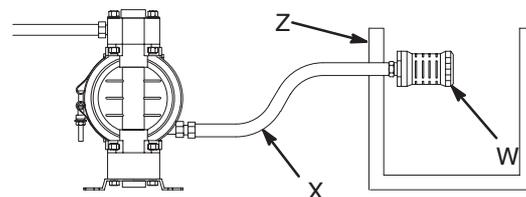

Fig. 2
Une vanne d'air principale de type purgeur (B) est nécessaire sur votre système pour libérer l'air emprisonné entre cette vanne et la pompe. Voir Fig. 2. Cet air emprisonné peut déclencher un fonctionnement intempestif de la pompe et provoquer ainsi des blessures graves, comme des projections dans les yeux ou sur la peau, des blessures dues à des pièces en mouvement ou une intoxication due aux produits dangereux.
1. Installer les accessoires de la conduite d'air suivant la Fig. 2. Fixer ces accessoires au mur ou sur un support. S'assurer que la conduite d'air alimentant ces derniers est conductrice.
- a. La pression produit peut être contrôlée de l'une des deux façons suivantes. Pour la contrôler du côté air, installer un régulateur d'air (G). Pour la contrôler du côté produit, installer un régulateur produit (J) à côté de la sortie produit de la pompe (voir Fig. 2).
- b. Placer la vanne d'air principale de type purgeur (B) tout près de la pompe et s'en servir pour décharger l'air prisonnier. Voir la **MISE EN GARDE** ci-dessus. Placer l'autre vanne d'air principale (E) en amont de tous les accessoires de la conduite d'air et l'utiliser pour isoler ces derniers pendant le nettoyage et les réparations.
- c. Le filtre sur la conduite d'air (F) élimine les poussières nuisibles et l'humidité de l'alimentation en air comprimé.
2. Installer un flexible d'air conducteur (C) entre les accessoires et l'entrée d'air (1/4 npt(f)) de la pompe. Utiliser un flexible d'air de 1/4" (6,3 mm) minimum de diamètre intérieur. Visser un raccord rapide (D) pour conduite d'air sur l'extrémité du flexible d'air (C) et visser l'autre partie sans serrer dans l'entrée d'air de la pompe. Ne pas encore brancher le raccord (D).
Il est nécessaire que le système soit équipé d'une vanne de décharge produit (H) pour décompresser le flexible s'il est bouché. Voir Fig. 2. La vanne de décharge diminue le risque de blessure grave, comme les projections dans les yeux ou sur la peau, ou d'intoxication par des produits dangereux lors de la décompression. Installer la vanne près de la sortie produit de la pompe.
1. Utiliser des flexibles produit conducteurs (K). La sortie produit de la pompe mesure 13 mm ou 19 mm. Visser le raccord produit de façon jointive sur la sortie de la pompe. **Ne pas trop serrer.**
2. Installer un régulateur produit (J) sur la sortie produit de la pompe pour réguler la pression produit, si on le désire (voir Fig. 2). Voir la rubrique **Conduite d'air**, point 1a., pour une autre méthode de régulation de la pression.
3. Installer une vanne de décharge produit (H) à proximité de la sortie produit. Lire la **MISE EN GARDE** ci-dessus.
Une membrane défectueuse provoquera l'échappement du produit pompé en même temps que l'air. Placer un réservoir approprié à l'extrémité de la conduite d'échappement d'air pour récupérer le produit. Voir Fig. 2.
Voir la rubrique **Ventilation de l'air d'échappement** à la Fig. 2. Évacuer l'air vers un emplacement éloigné comme suit:
1. Retirer le silencieux (W) de l'orifice d'échappement d'air de la pompe.
2. Installer un flexible d'échappement d'air conducteur (X) et raccorder le silencieux à l'autre extrémité du flexible. Le flexible d'échappement d'air doit avoir un diamètre intérieur minimum de 10 mm. Si un flexible plus long que 4,57 m est nécessaire, utiliser un diamètre intérieur supérieur. Éviter les angles trop aigus et les noeuds dans le flexible.
3. Installer un récipient (Z) à l'extrémité de la tuyauterie d'échappement d'air pour récupérer le produit en cas de rupture de la membrane. Voir Fig. 2.
1. Fig. 2 et plans éclatés. Exécuter les opérations précédentes 1 à 8 de la rubrique **Démarrage et réglage de la pompe**.
2. Ouvrir le régulateur d'air (G).